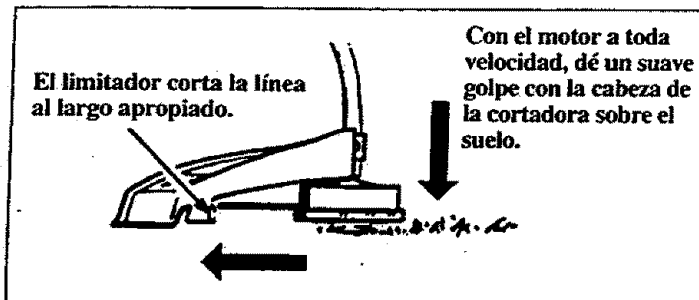

Figura 7
- Cuando la herramienta está en operación mantenga siempre el protector en su lugar. Figura 7.
3. Toque suavemente el suelo una vez con el fondo del cabezal de corte. Vea la Figura 7. Con cada toque suave se avanzarán aproximadamente 2 pulgadas de línea.